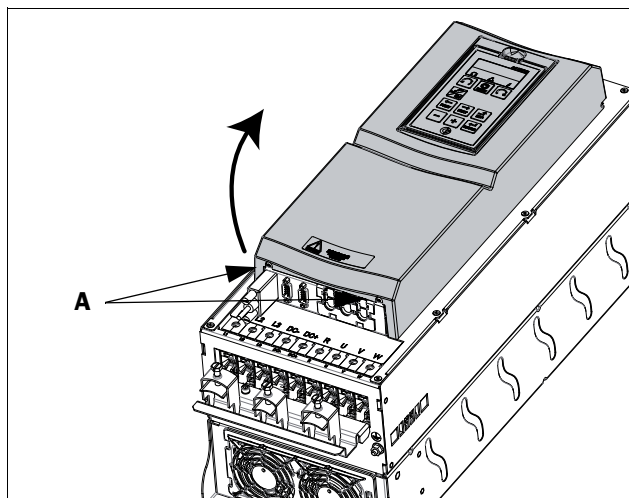

Рис. 29 Снятие передней крышки на типоразмере C2-F2 и FA2 (общая схема)
- Ослабьте два винта А (см. рис. 29) в нижней части крышки на несколько оборотов (нет необходимости извлекать винты полностью).